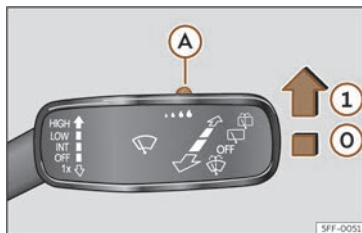

Fig. 112 Maneta ștergătoarelor de parbriz: reglați senzorul de ploaie (A).
Împingeți maneta în poziția dorită >>> fig. 112.
- ① Senzor de ploaie activ; ștergere automată dacă este necesar.
După decuplarea și recuplarea contactului, senzorul de ploaie va rămâne activat și va începe să funcționeze din nou când ștergătoarele sunt în poziția >>> fig. 112 ① și autovehiculul rulează cu viteză mai mare de 16 km/h (10 mph).